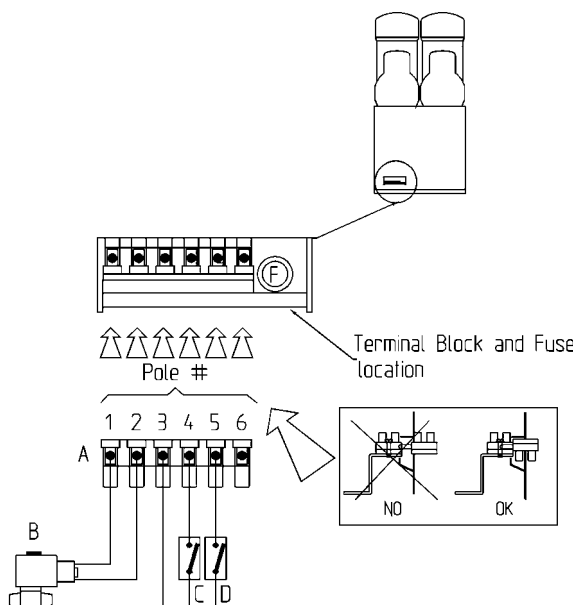

figura 1
- 2 - En la parte baja del panel posterior esta situada una **MORSETTIERA** de 6 polos. Esta permite la conexión eléctrica de algunos accesorios como por ejemplo una electroválvula de seguridad para el agua de entrada o una serie de sensores de fin del producto (ver figura 1)
Si en el sistema de alimentación están instalados los sensores de fin de producto conectar cada uno de sus terminales a los polos #3 y #4 de la **MORSETTIERA**, para los distribuidores con un contenedor, a los polos #3, #4 y #5, para aquellos con dos contenedores y a los polos #3, #4, #5 y #6 para aquellos con 3 contenedores (ver figura 1).
Una señal visual situada en la tapa posterior (alarma visual), y un avisador automático colocado en el interior de la tapa posterior (alarma acústica) advierten que el producto se ha acabado. Estos dispositivos funcionan solo si un sensor de fin de producto ha sido instalado y conectado a la **MORSETTIERA** (vedere figura 1).